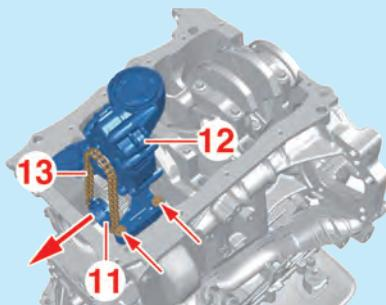

Fig.5
- Désaccoupler le pignon de la pompe à huile (11) du vilebrequin (Fig.5).
- Déposer la pompe à huile (12) avec le pignon (11) et la chaîne (13).